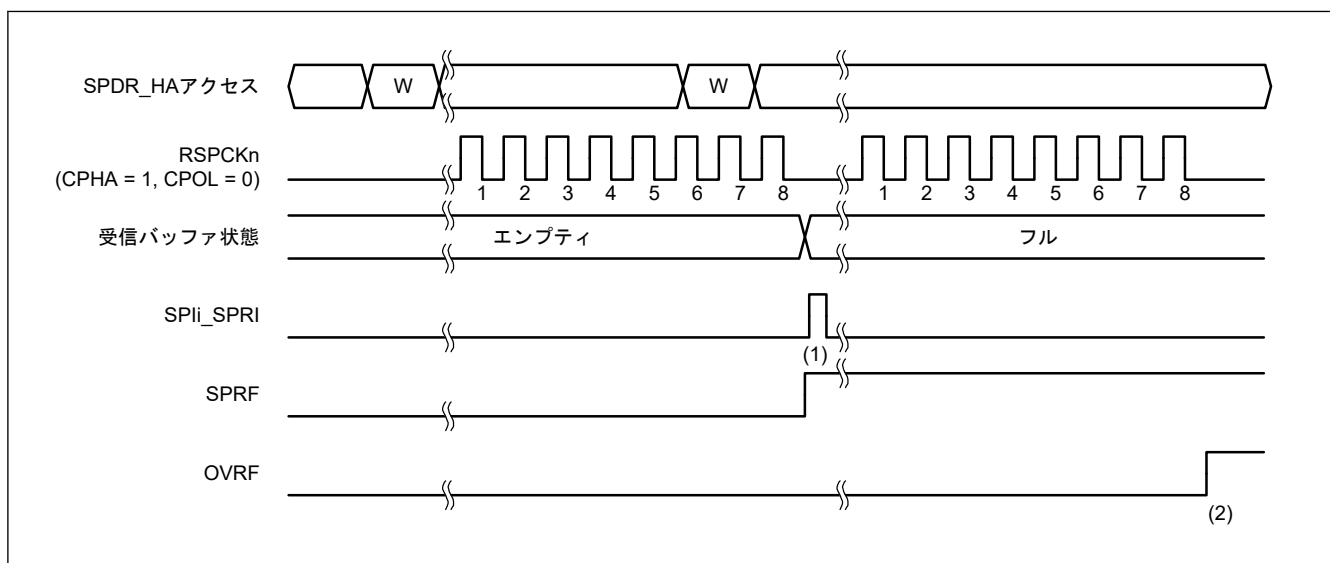
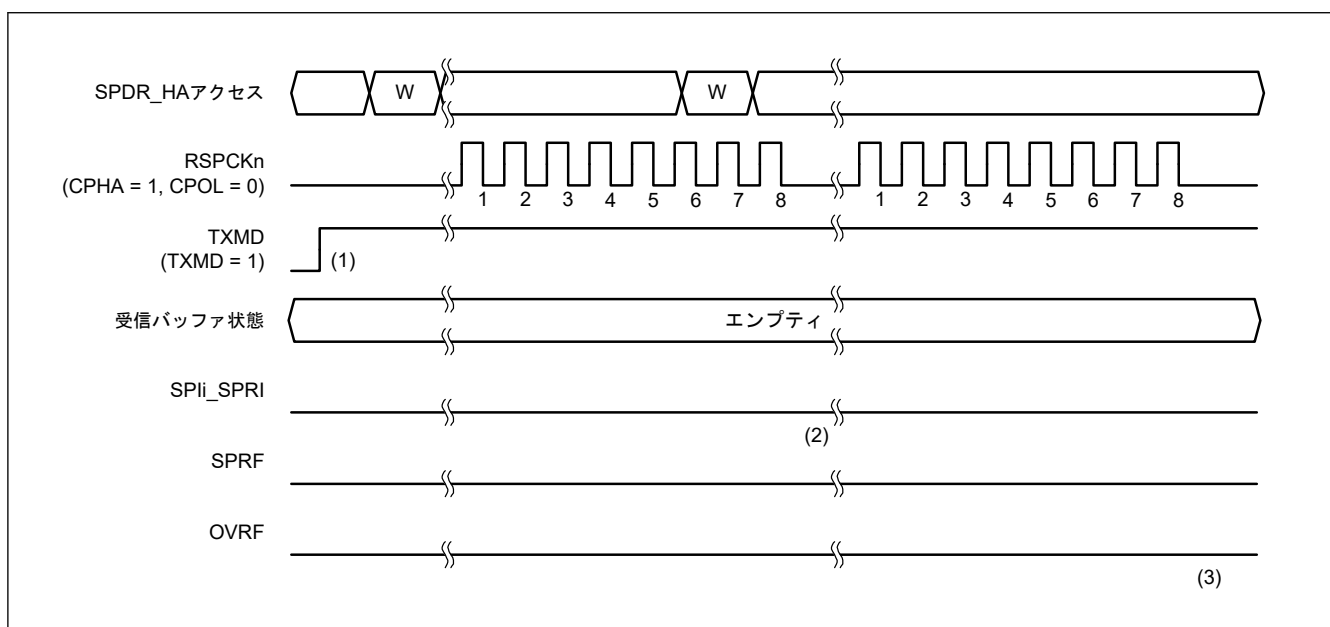

図 26.23 SPCR.TXMD = 0 の動作例
図 26.24 SPCR.TXMD = 1 の動作例
通信動作モード選択ビット (SPCR.TXMD) の設定により、全二重同期式シリアル通信または送信のみの動作が選択できます。図 26.23 および図 26.24 に記載したレジスタアクセスは、SPDR/SPDR_HA レジスタへのアクセスの条件を示します。W は書き込みサイクルを示します。
図 26.23 に、通信動作モード選択ビット (SPCR.TXMD) を 0 にした場合の動作例を示します。この例では、SPCMD0.CPHA ビットが 1、SPCMD0.CPOL ビットが 0 の設定で、SPI が 8 ビットのシリアル転送を実行しています。RSPCK_n 波形の下に記載した数字は RSPCK サイクル数 (= 転送ビット数) を示しています。
以下に、図 26.23 の (1)、(2) に示したタイミングでのフラグ動作を説明します。
図 26.24 に、通信動作モード選択ビット (SPCR.TXMD) を 1 にした場合の動作例を示します。この例では、SPCMD0.CPHA ビットが 1、SPCMD0.CPOL ビットが 0 の設定で、SPI が 8 ビットのシリアル転送を実行しています。RSPCKn 波形の下に記載した数字は RSPCK サイクル数 (= 転送ビット数) を示しています。
以下に、図 26.24 の (1)~(3) に示したタイミングでのフラグの動作内容を説明します。